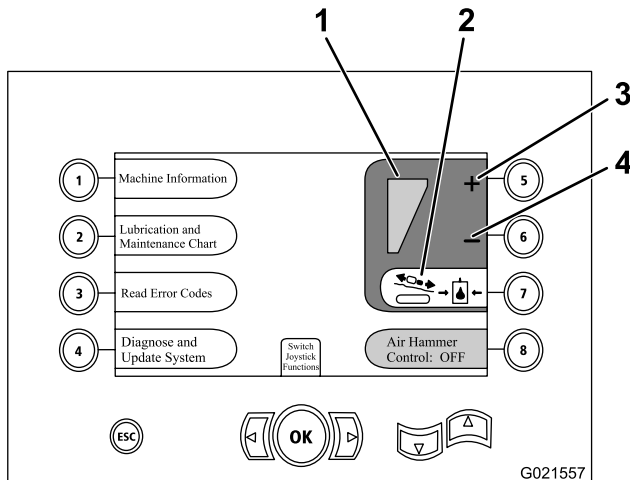

Figura 68
1. Pulse el botón 7 de la pantalla para cambiar la presión del carro a Activado (verde), según se muestra en la Figura 68.